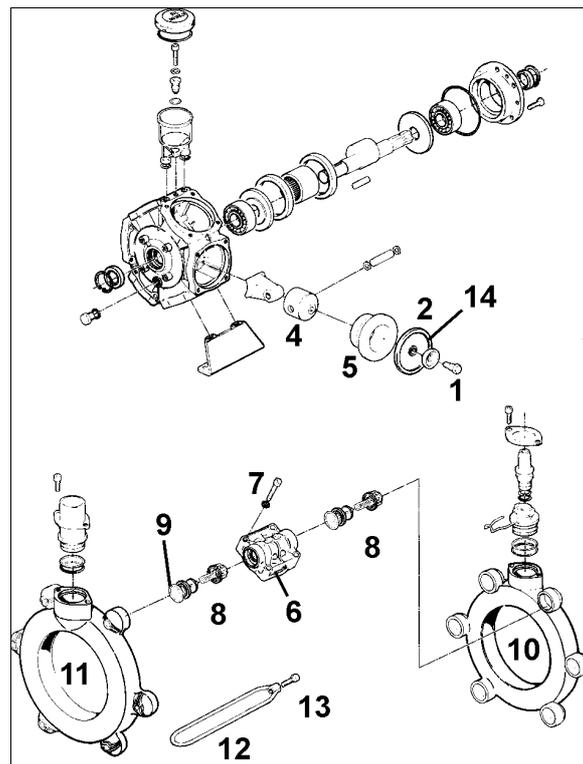

Bild 120
- Spänn fast kolvmembranet (Bild 120/1) med skruv (Bild 120/3) och bricka (Bild 120/1), i kolven (Bild 120/1) så att kanten (Bild 120/14) pekar mot cylindertoppen (Bild 120/6).
- Skruvarna (Bild 120/13) måste dras åt korsvis med angivet moment. Felaktig dragning kan leda till spänningar med läckage som följd.
1. Lossa skruvarna (Bild 120/1) och dra kolvmembranen (Bild 120/2) tillsammans med brickan (Bild 120/3) från kolven (Bild 120/4).
3. Demontera cylindern (Bild 120/5) pumphuset.
6. Återmontera cylindern (Bild 120/5) pumphuset.
7. Montera kolvmembranet (Bild 120/2).
8. Montera cylindertoppen (Bild 120/6) på pumphuset med skruvarna (Bild 120/7) och dra åt korsvis.
9. Montera ventilsetsats (Bild 120/8) efter kontroll och rengöring.
10. Montera nya o-ringar (Bild 120/9).
11. Montera sug - (Bild 120/10) och tryckrör (Bild 120/11) pumphuset och montera spännbygeln (Bild 120/12).
12. Montera locket och dra åt skruvarna (Bild 120/13) korsvis med **11 Nm**.